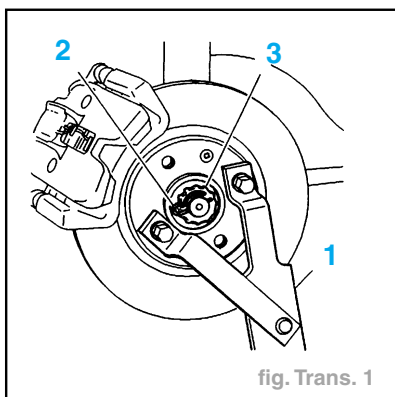

fig. Trans. 1
- Mettre en place l'outil [1] (réf. : 6310 T) (fig. Trans. 1).